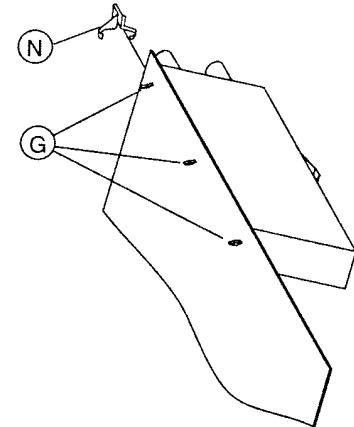

Fig. 5
- Vor dem Austausch der Chassisplatte Massefeder (N) (Fig. 5) entfernen und diese unbedingt am Austauschbaustein anbringen.
- Befestigungslaschen (G) lösen und Tuner/Modulator-Baustein ausschließen (Fig. 5).
- Before replacing the Chassis Board, remove the chassis spring (N) (Fig. 5) and ensure that it is fitted to the replacement module.
- Loosen the mounting hooks (G) and unsolder the Tuner/Modulator Module (Fig. 5).